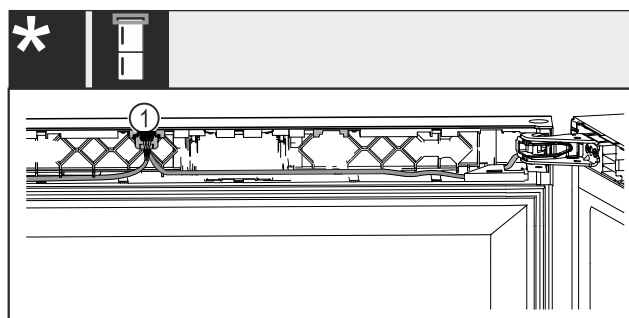

Fig. 47 Pro kombinovanou chladničku na víno s mrazničkou*
- ▶ Zástrčku Fig. 47 (1) zaklapněte do vedení.*